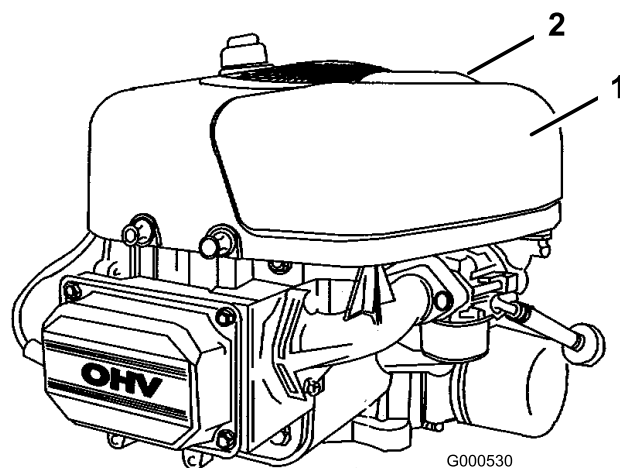

Figura 21
3. Limpie alrededor del limpiador de aire de forma que la suciedad no penetre en el motor y cause daños. Tire hacia arriba del asa de la tapa del limpiador de aire y gírela hacia el motor (Figura 21). Retire la tapa del limpiador de aire.